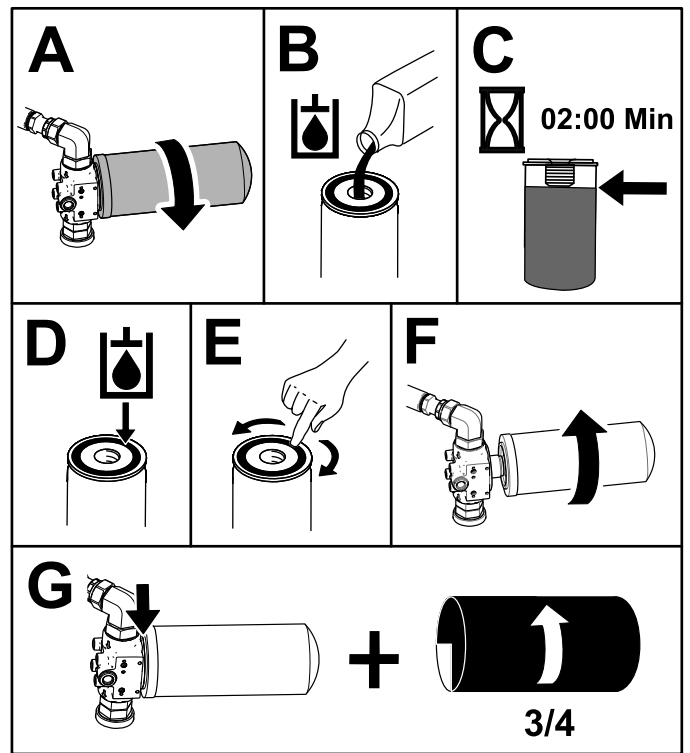

Figura 80
5. Coloque un recipiente debajo del filtro y cambie el filtro (Figura 80).